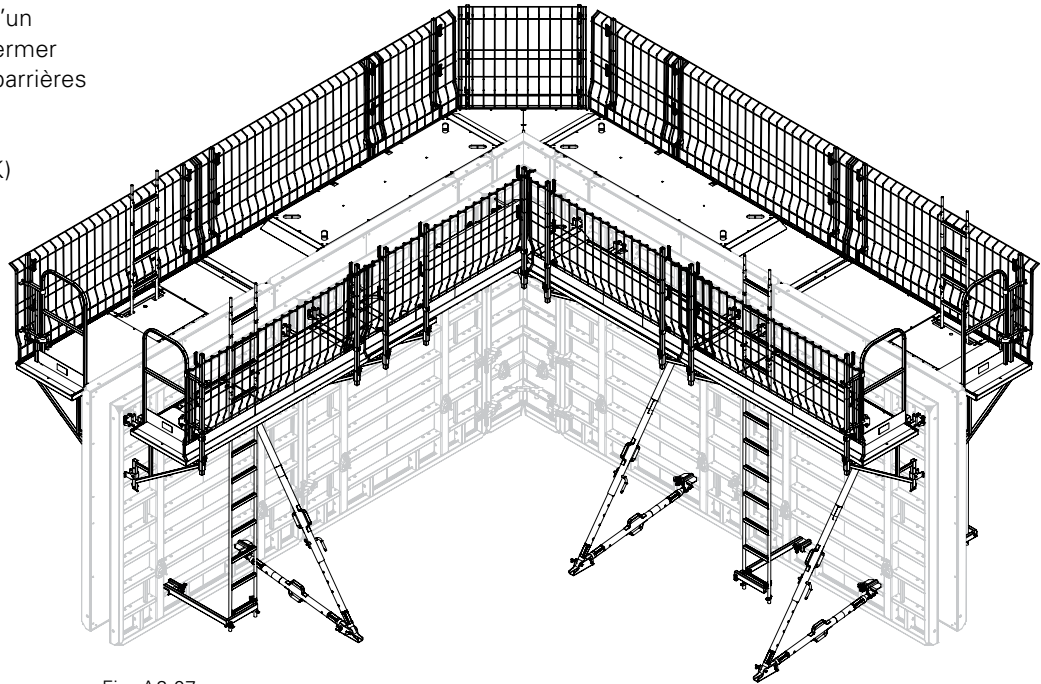

Fig. A2.07
Monter les consoles MXK conformément aux largeurs d'éléments. Fermer les surfaces ouvertes à l'aide d'un platelage de liaison MXK (5). Fermer les espaces libres à l'aide des barrières de protection grillagée PMB. (Fig. A2.07 + A2.08)